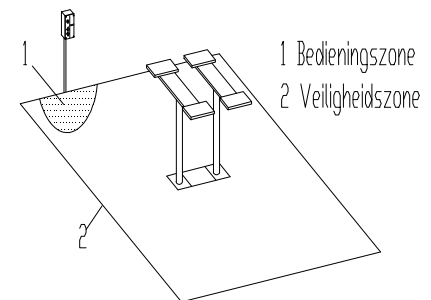

Fig.3
De veiligheidszone (Fig.3) wordt bepaald door de afmetingen van het voertuig.
Tijdens stijg- en daalbewegingen moet de bediener zich in de bedieningszone (1) bevinden, zoals aangegeven in Fig.3. De aanwezigheid van personen in de gevarenszone (2) is ten strengste verboden. De aanwezigheid van personen onder het voertuig is alleen toegestaan als het voertuig geparkeerd is in de geheven stand.